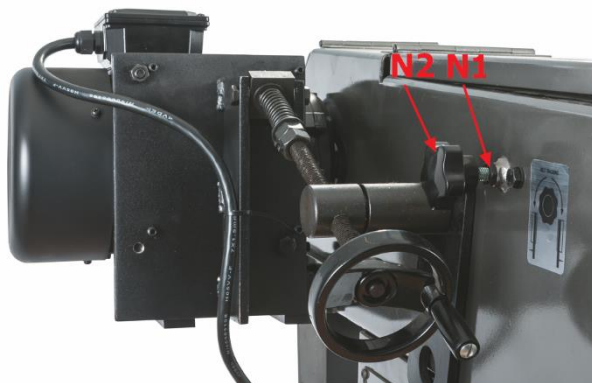

Рис. 7
Упор заготовки в сборе (E) – ослабьте ручку для регулировки. Упор заготовки можно убрать или переместить на стойку (см. T, Рис.7), если он не используется.
3. Ослабьте натяжение ленты, повернув маховик (J, Рис. 7) против часовой стрелки.
4. Натяните ленту с помощью маховика (J)
2. Ослабьте натяжение абразивной ленты (J, Рис. 7)